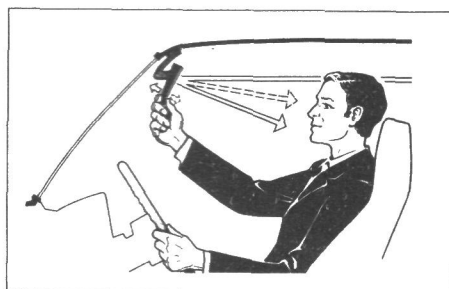

Рис. 6. Внутреннее зеркало заднего вида
**Внутреннее зеркало заднего вида** (рис. 6) предназначено для наблюдения за дорогой сзади автомобиля. При ослеплении светом фар идущего сзади автомобиля рычажком измените угол наклона зеркала.